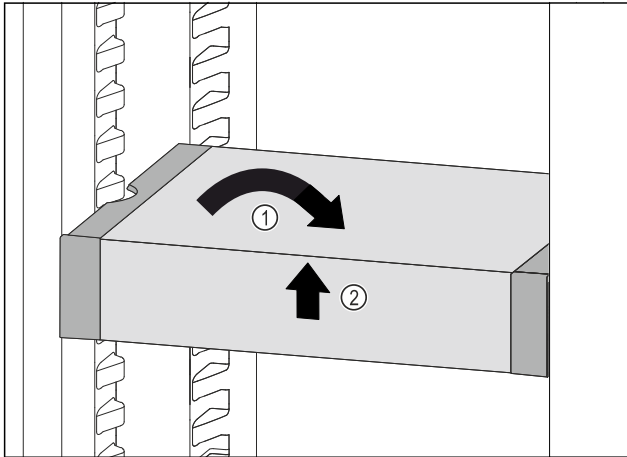

Fig. 119
- Remettre le VarioSafe droit. *Fig. 119 (1)*
- Soulever la partie avant du VarioSafe. *Fig. 119 (2)*